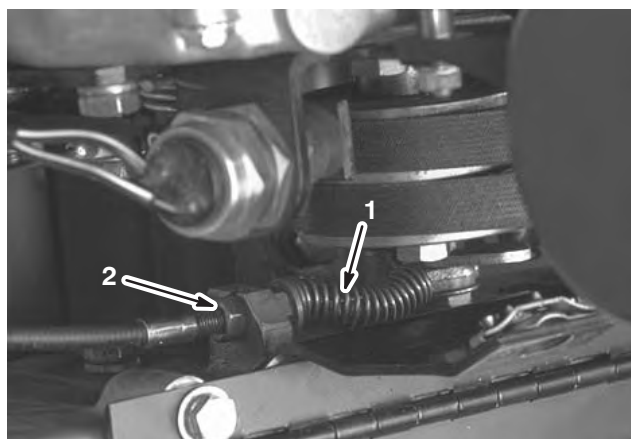

Figure 43
2. Desserrez la retenue du couvercle de la courroie trapézoïdale et ouvrez le couvercle (Fig. 43).
3. Pour accroître la tension du câble, desserrez l'écrou de blocage avant et serrez l'écrou de blocage arrière (Fig. 43) jusqu'à ce qu'une force de 1,5 to 2,3 kg soit requise pour engager la transmission aux roues. Mesurez la force au bouton du levier. Ne pas tendre au point que la bande du frein frotte en permanence.